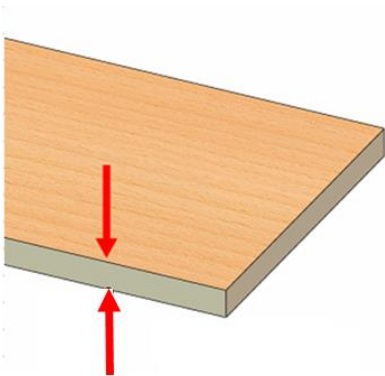

Fig1
- Změřte tloušťku desky (Fig1)